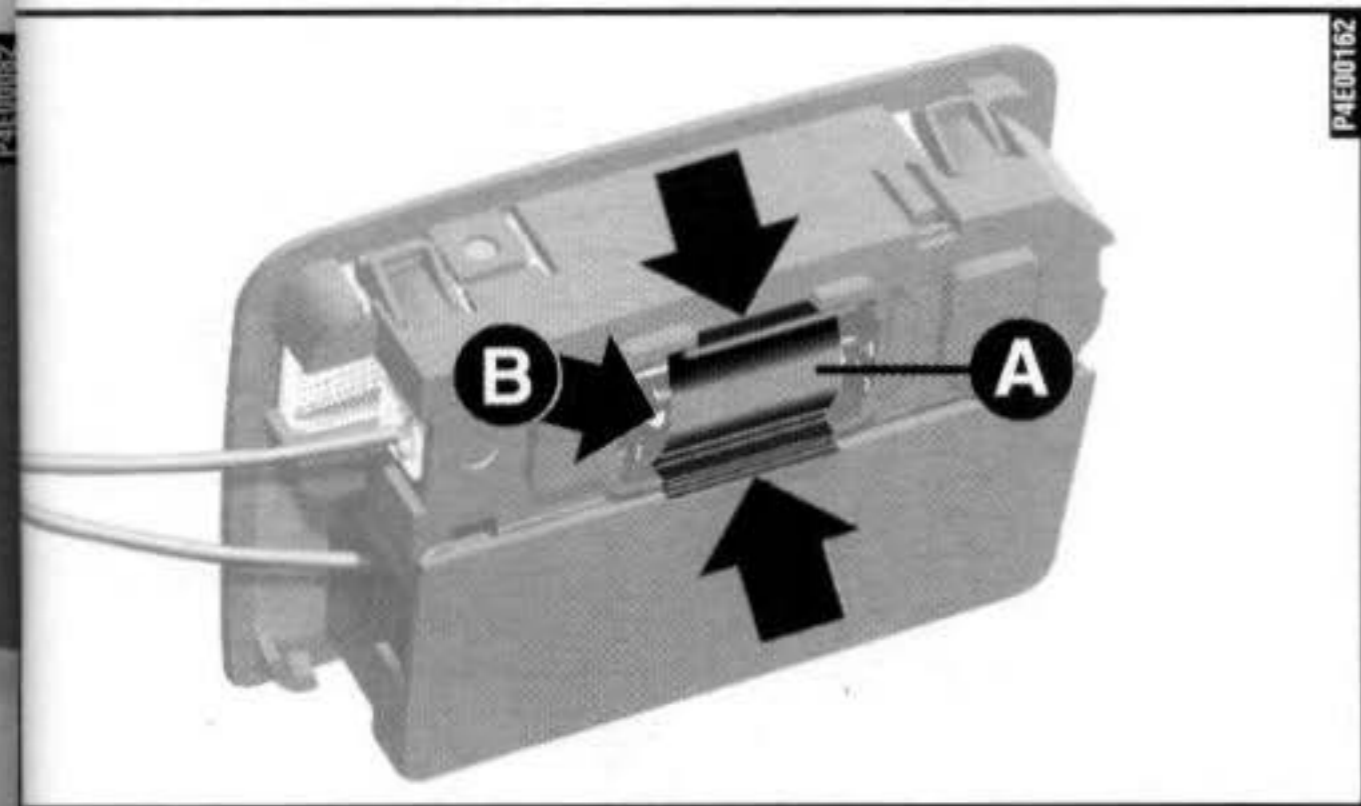

fig. 24
- retirar o refletor **A-fig. 24**, pressionando no sentido das setas, e substituir a lâmpada cilíndrica **B**.